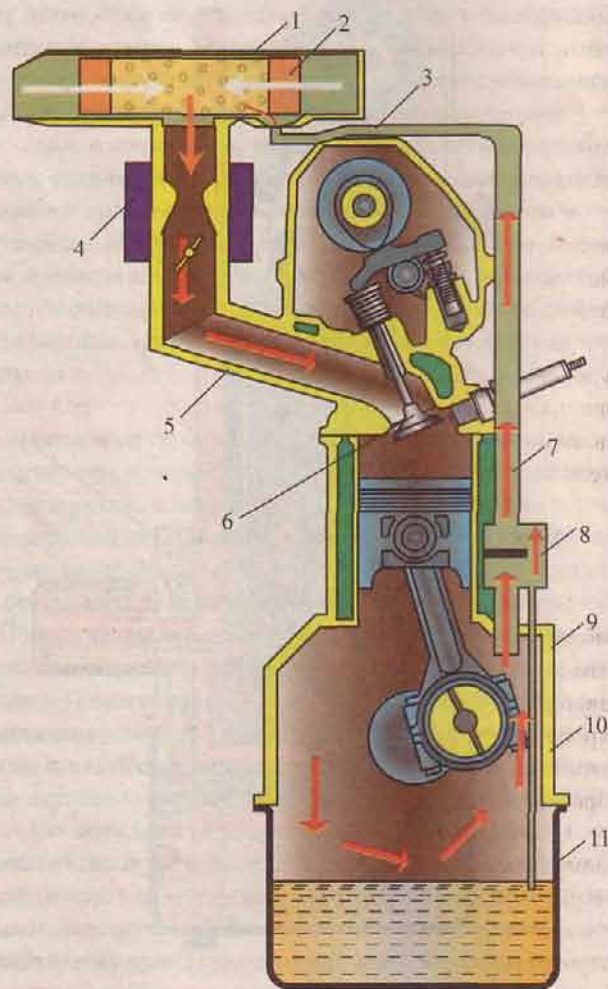

Рис. 28 Схема вентиляции картера двигателя
**Вентиляция картера двигателя** (рис. 28) обеспечивает отсос из картера и отвод во впускной трубопровод паров бензина и выхлопных газов, которые попадают в нижнюю часть двигателя. Во время тактов сжатия и рабочего хода эти пары и газы частично прорываются по стенкам цилиндров в картер двигателя, разжижают масло и очень агрессивны по отношению к деталям кривошипно-шатунного механизма.